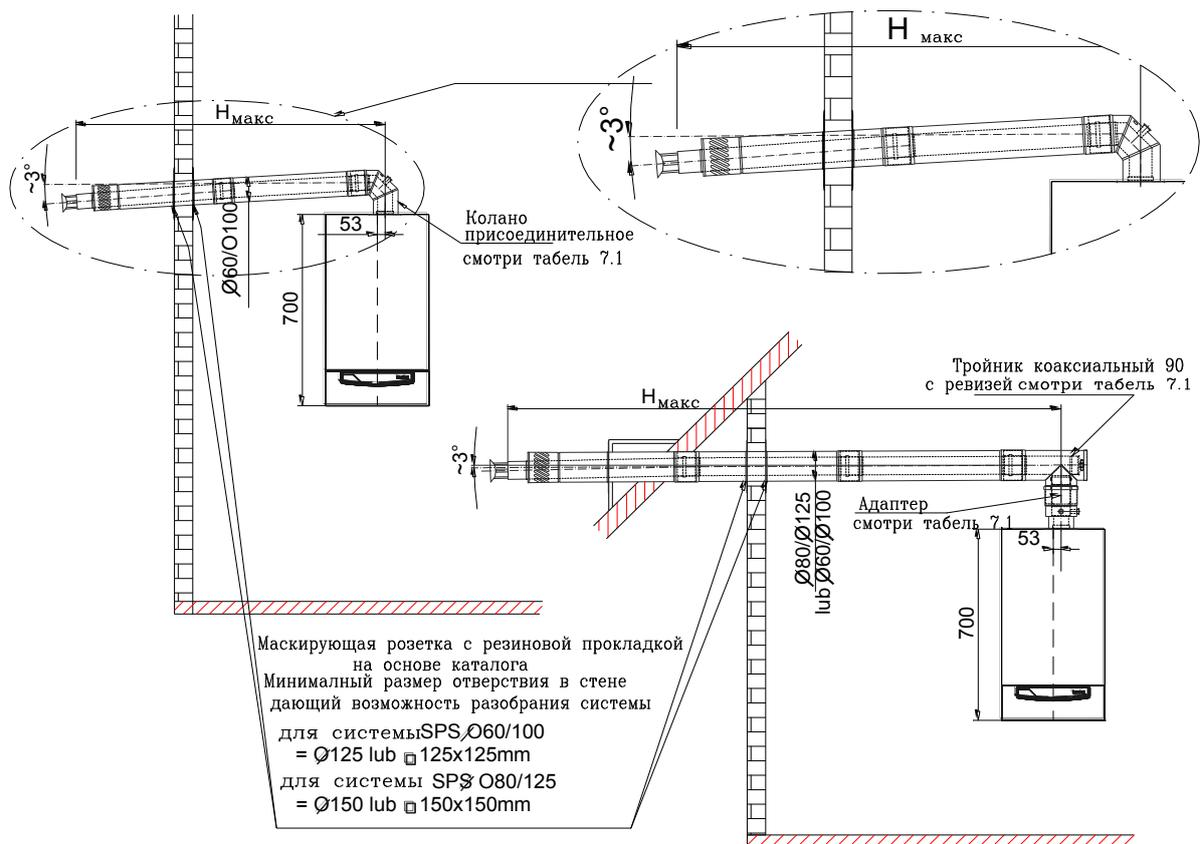

Рис. 3.7.1.1
**Внимание:** горизонтальную трубу для отвода продуктов сгорания - подвода воздуха смонтировать с уклоном  $\sim 3^\circ$  (Рис. 3.7.1.) При установке трубы с уклоном, установка сборника для конденсата необязательна.
GCO-DP-21-13	Максимальная длина дымопровода при согнутых 8 крылышках - $L_{\text{макс}} = 25 \text{ м}$ при согнутых 6 крылышках - $L_{\text{макс}} = 18 \text{ м}$ при согнутых 4 крылышках - $L_{\text{макс}} = 12.5 \text{ м}$ Примерный расчёт системы дымопровода рис. 3.7.1.1. $H_{\text{макс}} = L_{\text{макс}} - (1 \text{ м (потеря на колене или тройнике)}) = 25 - 1 = 24 \text{ м}$
Примерный расчёт системы дымопровода рис. 3.7.1.1. $H_{\text{макс}} = L_{\text{макс}} - (1 \text{ м (потеря на колене или тройнике)}) = 4 - 1 = 3 \text{ м}$